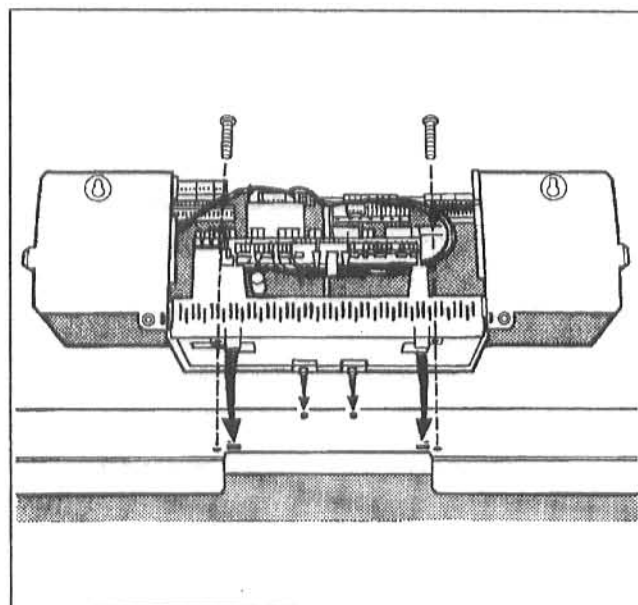

Fig. 14: Înșurubarea aparatului de reglare; HS 431x ca exemplu
- Aparatul de reglare se va așeza pe capota frontală de acoperire a cazanului în așa fel încât cârligele de la partea de jos a aparatului de reglare să intre în față în găurile ovale (Fig. 14).
Conductele capilare ale senzorului de temperatură și, la reglarea "Ecomatic", conducta senzorului de măsurare a temperaturii apei cazanului se va așeza în tăietura din capota frontală a cazanului (Fig. 14).
- Aparatul de reglare se va apleca în față și se va apăsa în jos până când ambele cârlige elastice au intrat în găurile din spate (Fig. 14).
- Aparatul de reglare se va înșuruba cu două șuruburi pe capota din față a cazanului (Fig. 14).